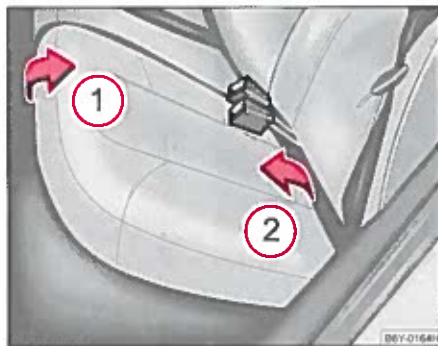

Fig. 51 Sammenklappen af bagsædet
- Skub sædet i pileretningen ① ⇒ fig. 51 og klap det sammen i pileretningen ②.